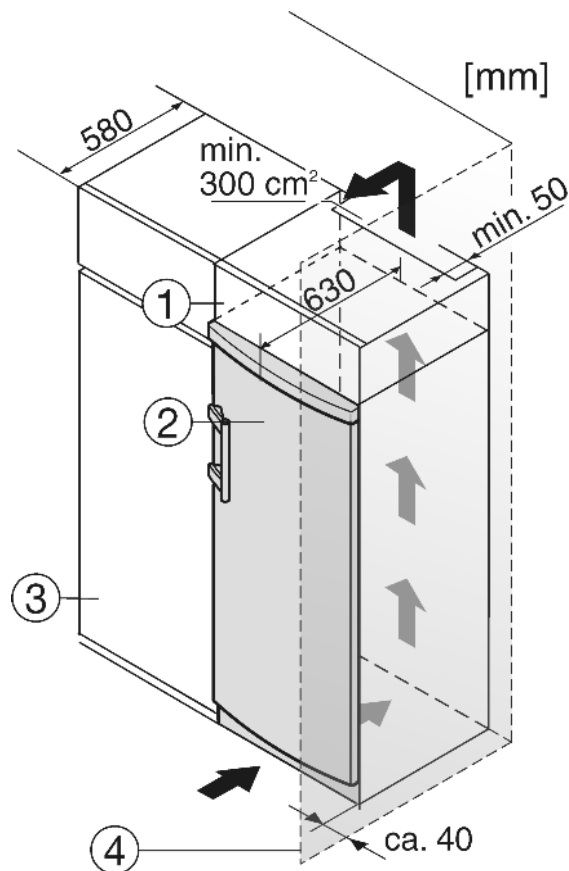

Fig. 10
- (1) Opbouwkast
- (2) Apparaat
- (3) Keukenkast
- (4) Wand
Het apparaat Fig. 10 (2) kan worden ingebouwd in de keuken. Om het apparaat aan de hoogte van het keukenblok aan te passen, kunt u er een passende opbouwkast Fig. 10 (1) op plaatsen.
Bij ombouw met keukenkasten (max. diepte 580 mm) kan het apparaat direct naast de keukenkast Fig. 10 (3) worden opgesteld. De apparaatdeur steekt opzij 34 mm en in het midden van het apparaat 50 mm uit ten opzichte van het keukenkastfront. Hierdoor is de deur zonder problemen te openen en sluiten.
Plaatst u het apparaat met de scharnierkant naast een muur *Fig. 10 (4)*, dan moet de afstand tussen apparaat en muur minstens 40 mm bedragen. Dit in verband met het uitsteken van de deurgreep bij een geopende deur.